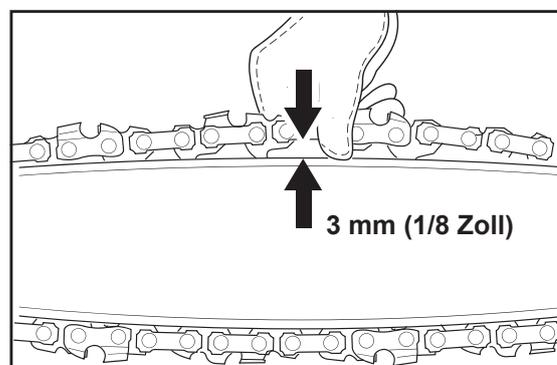

Abb. 1
1. Überprüfen Sie die Kettenspannung, indem Sie die Sägekette von der Kettenschiene wegziehen. Eine ordnungsgemäß gespannte Kette sollte einen Abstand von ca. 3 mm (1/8 Zoll) zwischen sich und der Kettenschiene haben (Abb. 1).